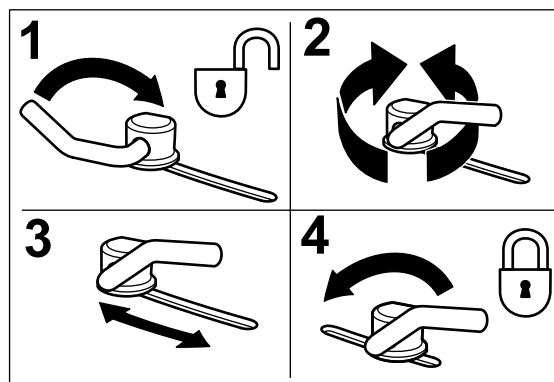

Figura 15
1. Regolate i blocchi delle camme girando la leva verso l'alto per allentare il blocco della camma (Figura 15).
3. Spostate la leva sopra per serrare il deflettore e i blocchi delle camme (Figura 15).